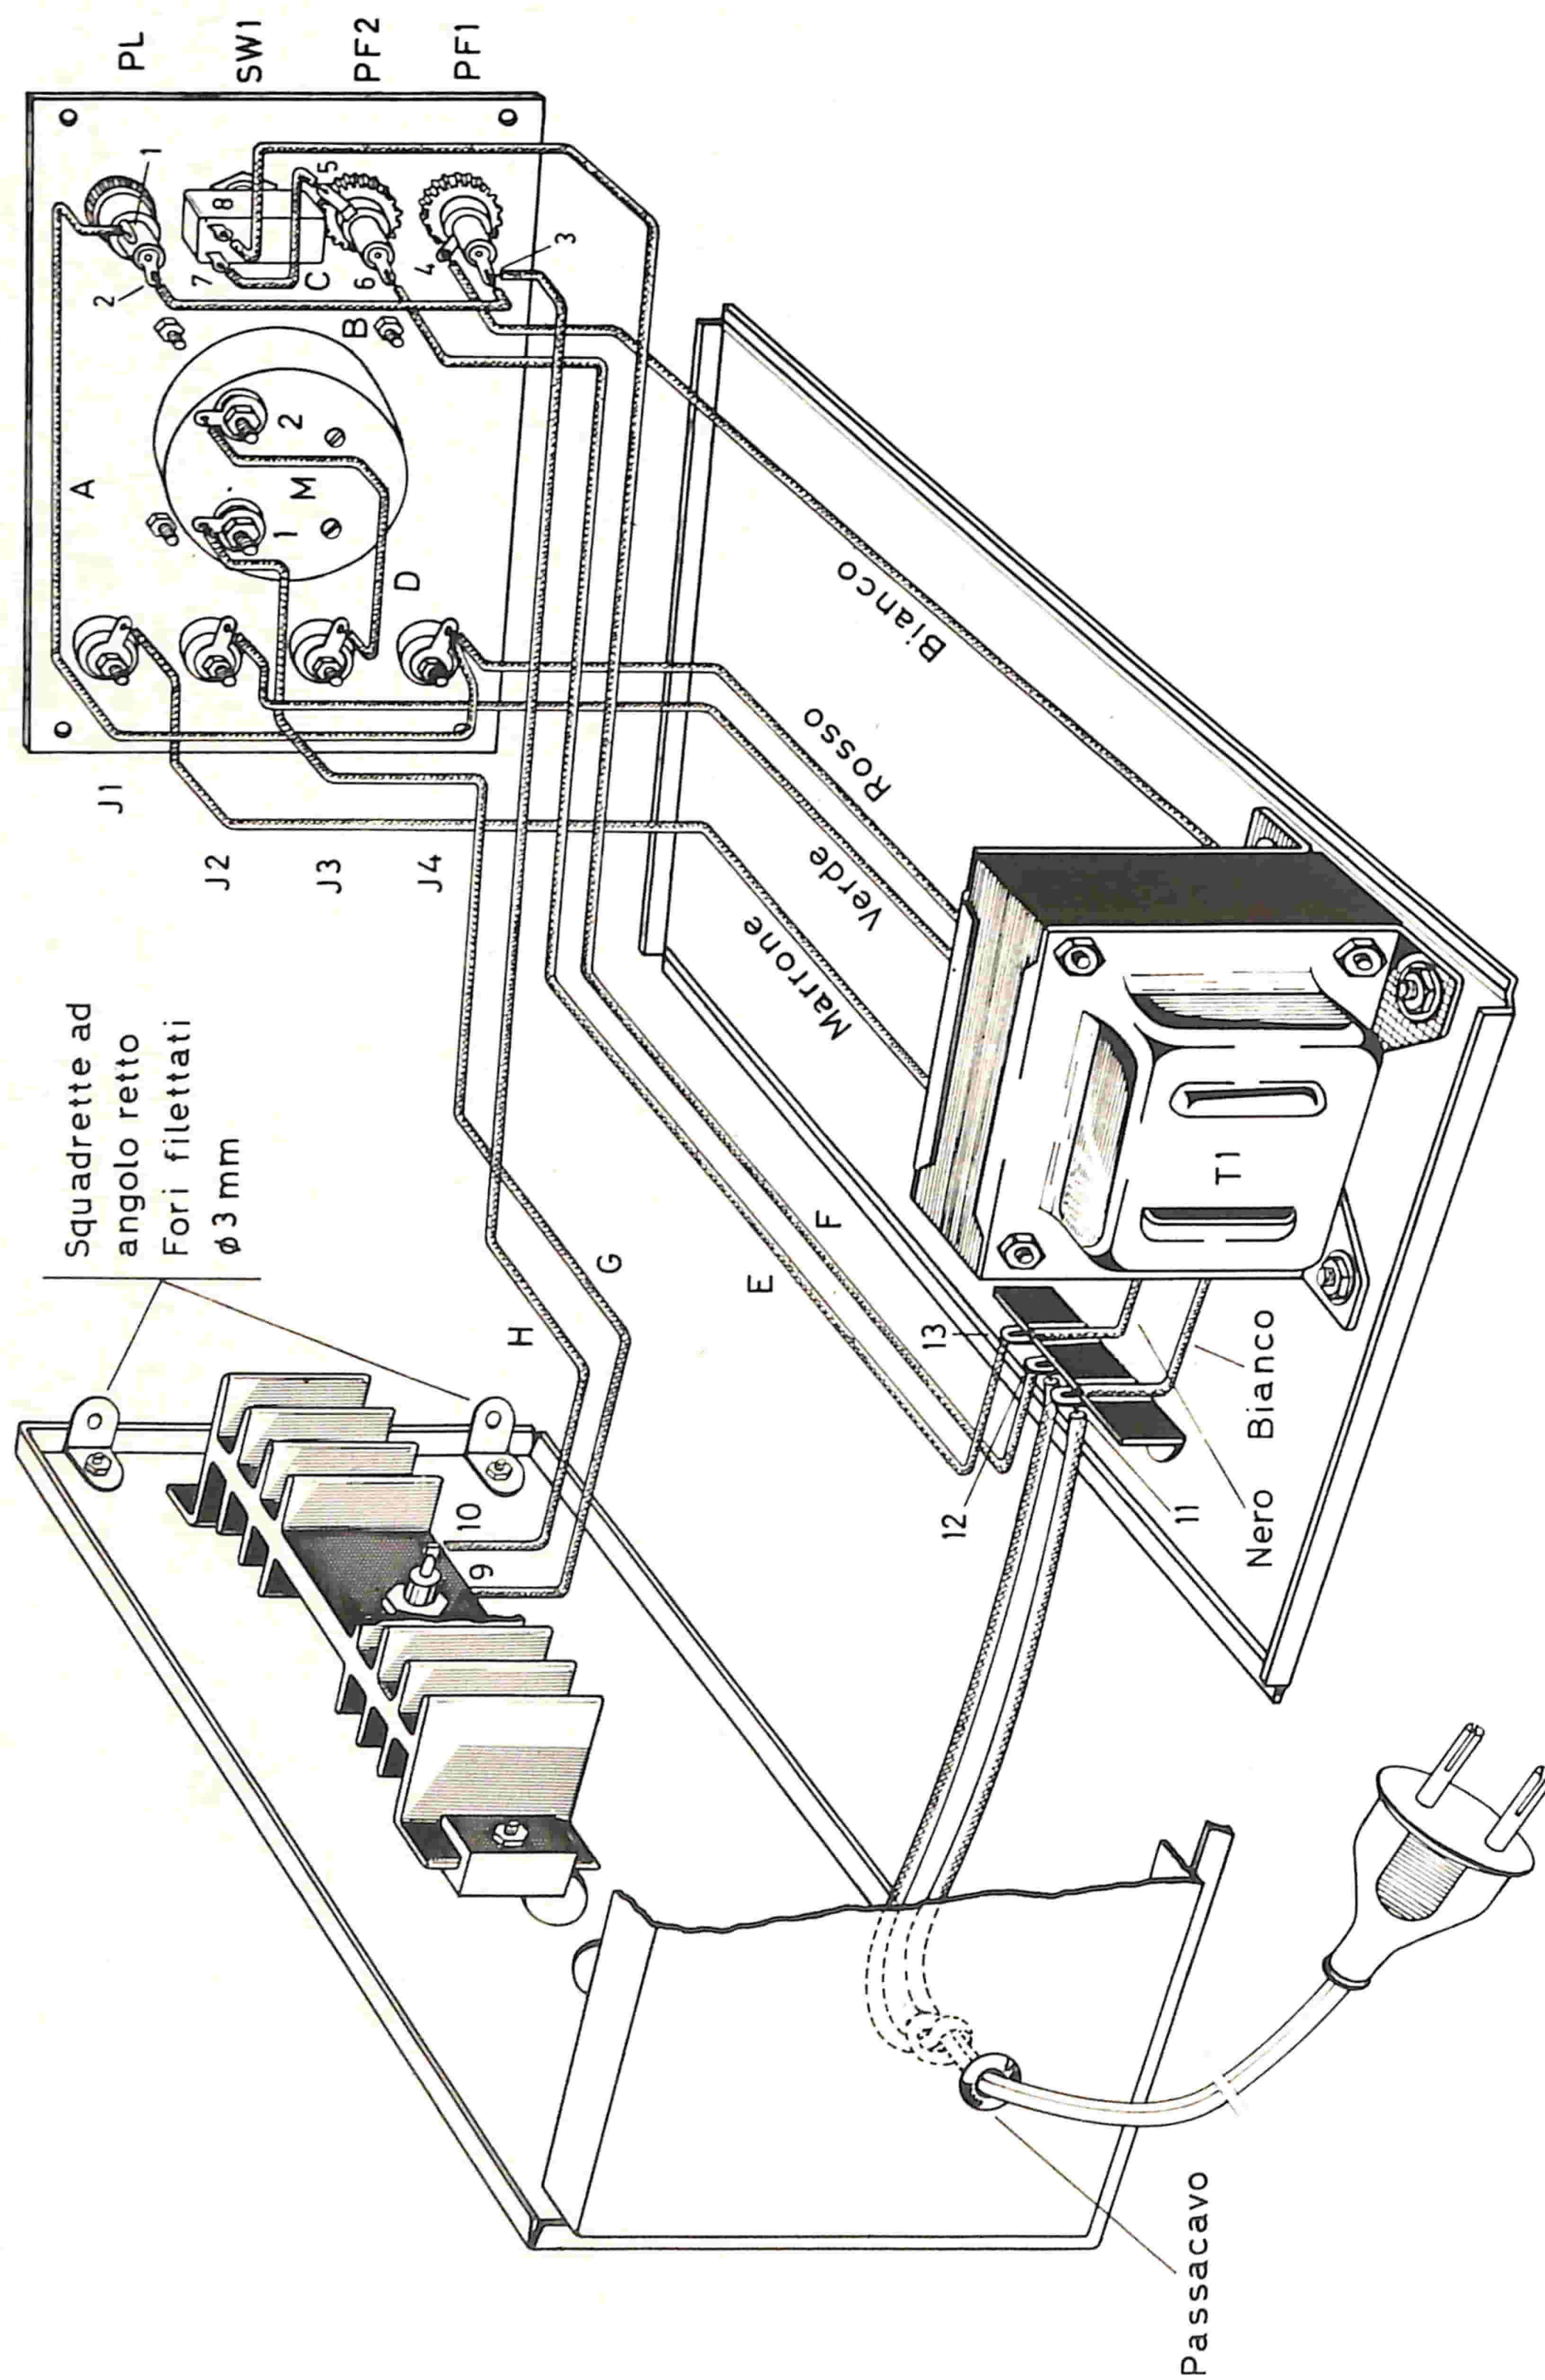

Fig. 4 - Cablaggio dell'UK 480.
- Collegamenti fig. 4 - Tabella 1
Montaggio del contenitore - fig. 4